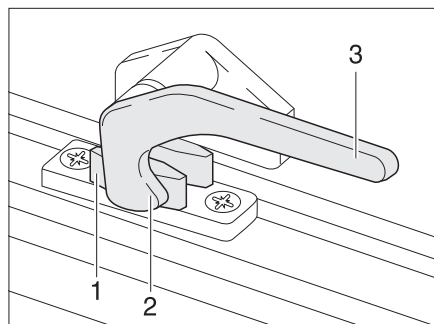

Bild 35 Verriegelungshebel in Stellung "geschlossen"
- Den Verriegelungshebel (Bild 35,3) eine viertel Umdrehung zur Fenstermitte hin drehen.
- Den Verriegelungshebel (Bild 35,3) eine viertel Umdrehung zum Fenster-rahmen hin drehen. Die Verriegelungsnase (Bild 35,2) liegt auf der Innenseite der Fensterverriegelung (Bild 35,1).
- in Stellung "fest verschlossen" (Bild 35)